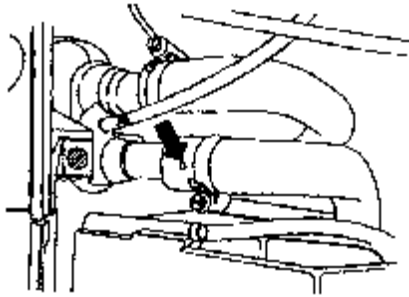

图 4-140 通气孔
(3) 松开将防尘套固定在热交换器接头上的卡箍，向后拉防尘套，松开热交换器上的冷却液软管，向后拉软管，直到气孔（见图 4-140 箭头所示）不再被接头封住。
(4) 加注冷却液，直至冷却液软管的通气孔中流出冷却液。将软管推到接头上并紧固，盖上膨胀罐盖。
(5) 起动发动机，以 2000r/min 的转速运转约 3min，然后让发动机以怠速运转，直至散热器上的下软管变热。
(6) 检查冷却液液位，如需要，加注冷却液。发动机以正常温度工作时，液位必须处于 max 标记处。发动机处于冷态时，液位应在 min 和 max 两标记之间。应注意，热车时打开膨胀罐盖会喷出炽热蒸汽，因此应用布包住盖子，小心开启。